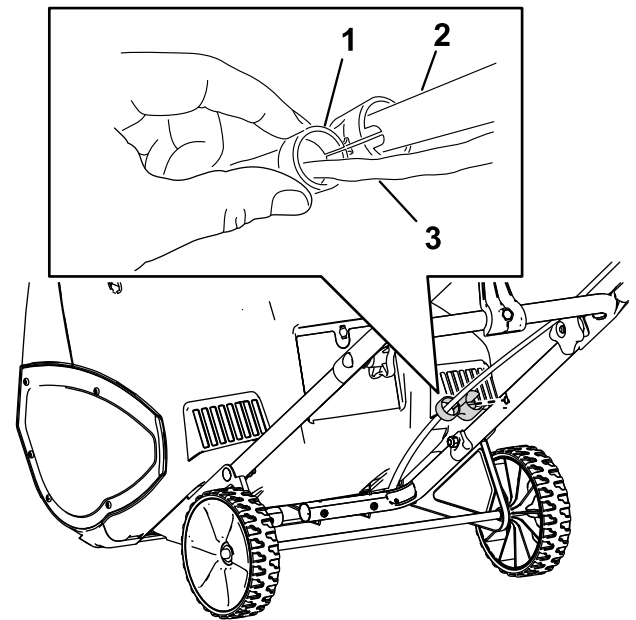

**Figure 1**
2. Montez la partie supérieure du guidon sur la partie inférieure au moyen des boutons du guidon, des rondelles bombées et des boulons ovales, comme montré à la Figure 1.